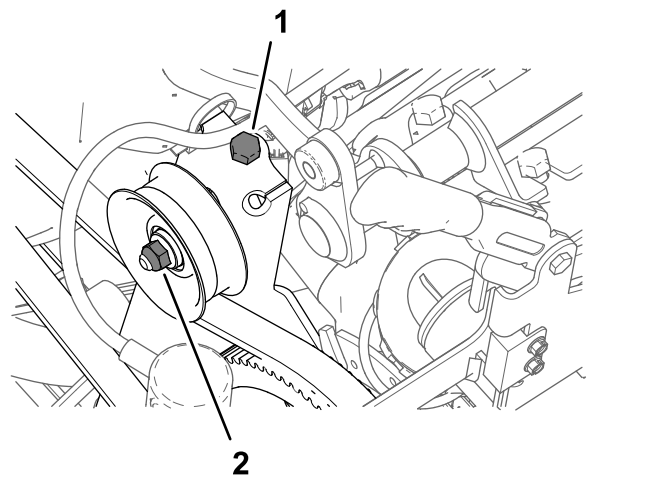

Figura 180
1. Desaperte a porca do eixo da polia intermédia (Figura 180).